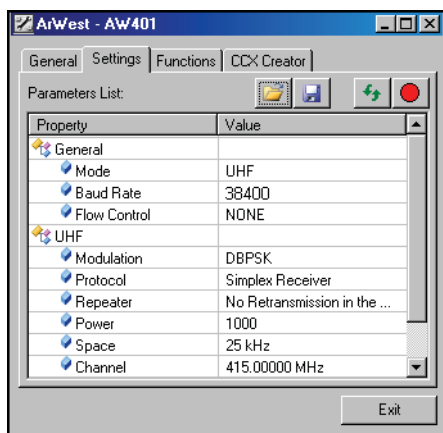

Рис. 3-7. Настройки UHF модема
- Нажмите на вкладку *Настройки*, для того чтобы открыть список настроек модема (см. Рис. 3-7 на стр. 3-6). Список настроек изменяется в зависимости от модели модема и версии встроенного программного обеспечения. Настройки могут быть неизменяемые (помечены значком ) или изменяемые (помечены значком )
3. Нажмите на вкладку *Настройки* для того, чтобы открыть список настроек модема (см. Рис. 3-7 на стр. 3-6). Список настроек изменяется в зависимости от модели модема и версии встроенного программного обеспечения.